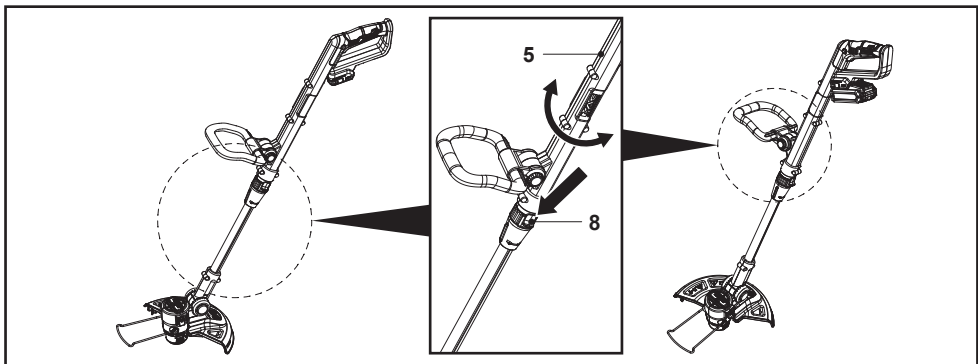

Fig. 6
1. Apasă elementul de blocare pentru reglarea unghiului (8) (fig. 6).
2. Rotește tija superioară (5) la 90° (fig. 6).
3. Eliberează elementul de blocare a reglării unghiului (8).
4. Asigură-te că tija superioară (5) se blochează în poziție.